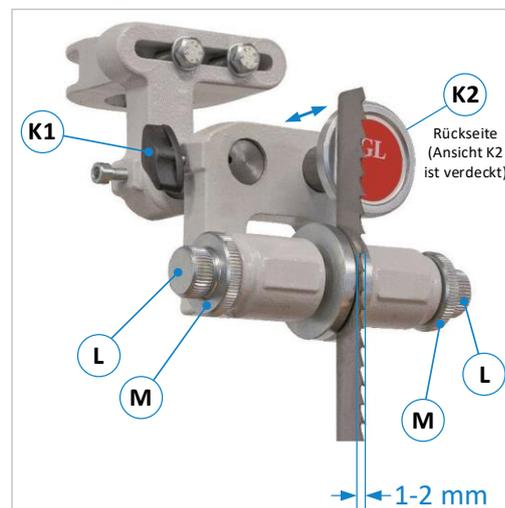

Abbildung 30: Einstellung der GL-Führungen
- Knebelschraube (**K1**) lösen und die komplette Führung auf dem Tragbolzen (**B**) durch Verschieben so einstellen, dass die Vorderkanten der Seitenrollen ca. 1 - 2 mm hinter dem Zahngrund des Sägeblattes stehen (siehe ⇒ Abbildung 30).